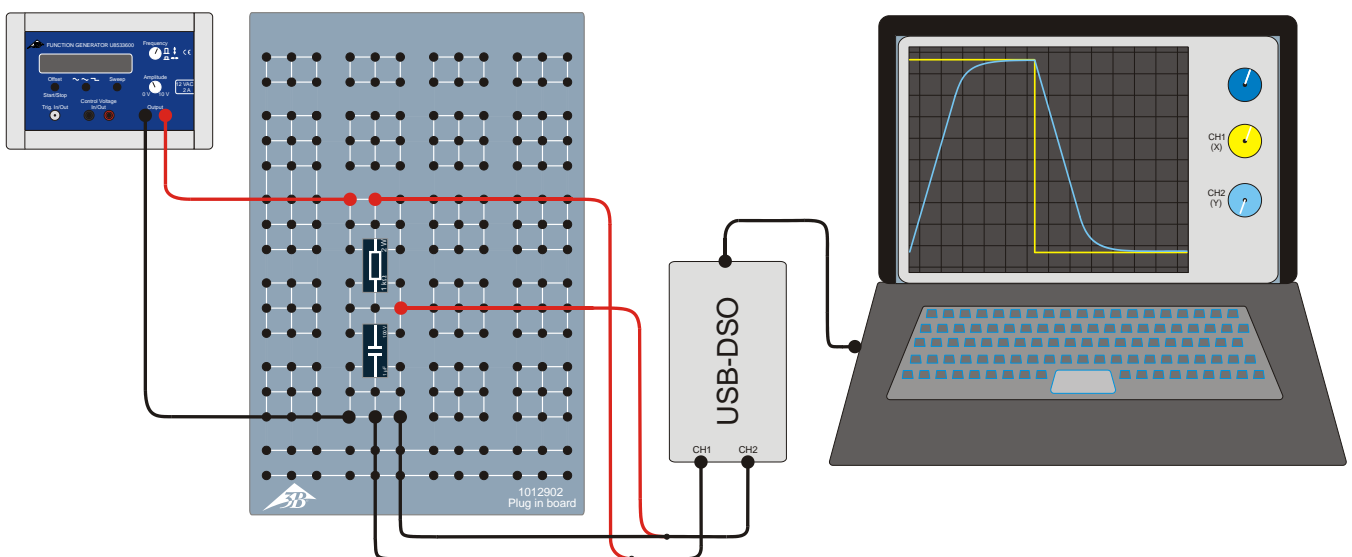

Fig. 2 Esquema de la disposición de medición.
- Se monta la disposición de medición de acuerdo con la Fig. 2.
- Se insertan en la placa enchufable una resistencia de 1 kΩ y una capacitancia de 1 μF, como se ha esquematizado en las Figs. 2 y 3.